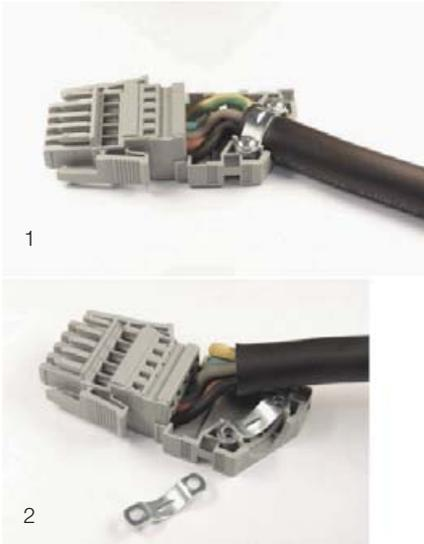

Рис. 34: Штекер подключения с корпусом для защиты от натяжения
- Проложите провода в корпусе для разгрузки от натяжения, как показано на рис. 34, и зафиксируйте кабель с помощью кабельного зажима на корпусе для защиты от натяжения.
Для того, чтобы обеспечить достаточную разгрузку от натяжения также для кабеля с диаметром <12 мм, необходима установка второго кабельного зажима под проводом (рис. 34, поз. 2).